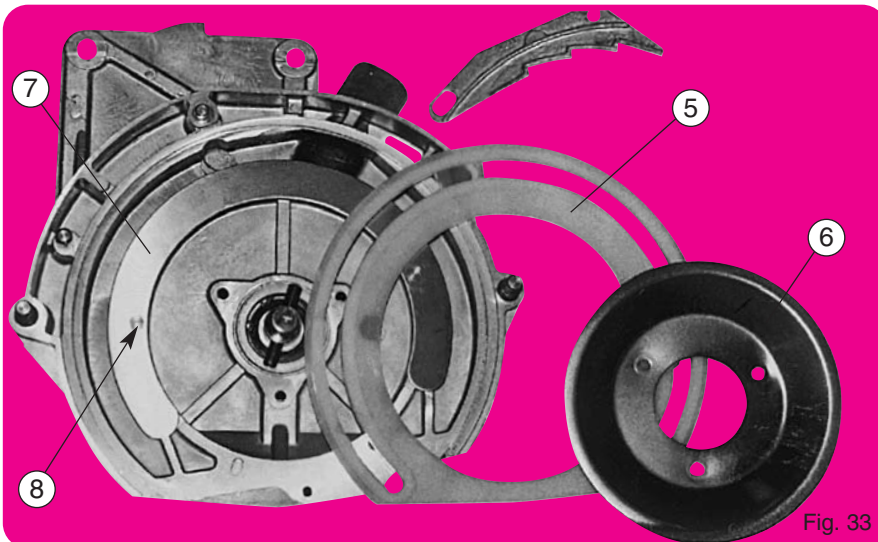

Fig. 33
La couronne plastique de frottement (5) sur laquelle tourne le disque doit être plane et en bon état. A titre indicatif, en conditions normales d'utilisation, son remplacement ne devrait être nécessaire qu'après 500 à 1000 ha. Maintenu extérieurement dans une gorge et bloquée par la cuvette (6) et ses 3 boulons, la nouvelle couronne devra être positionnée avec attention en prenant soin à ce que les crans du secteur d'appui (7) (fig. 33) et de la couronne soient bien en place dans leur logement.
The wear gasket is positioned externally in a groove and held by the cup. (6) Its 3 bolts should be positioned with care making sure that the stub (fig. 33) of the wear gasket is properly positioned in the hole of the housing.
Der neue Kranz ist äußerlich in einer Rille befestigt und durch die Schale (6) und durch 3 Schrauben befestigt. Dabei ist darauf zu achten, daß die Raster des Stützringes (Abb. 33) und des Kranzes richtig in ihrem entsprechenden Sitz eingelegt sind.
Прокладка расположена во внешнем пазу и удерживается колпаком (6). Перед закручиванием трех болтов колпака убедитесь, что направляющая прокладки (рис. 33) расположена должным образом в отверстиях корпуса.